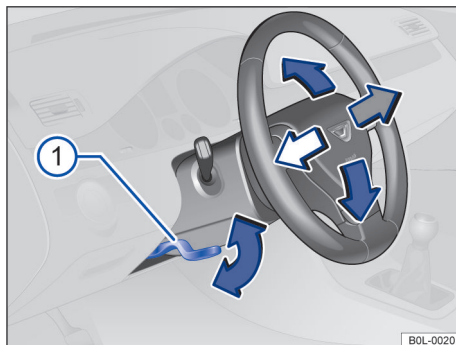

图 50 方向盘下部的转向柱饰板上：用于机械调节方向盘位置的操纵手柄
- 下推手柄 → 图 50 ①。
- 调整转向柱后务必上推手柄 → 图 50 ①，将其锁定，防止行驶中转向柱自行移位。